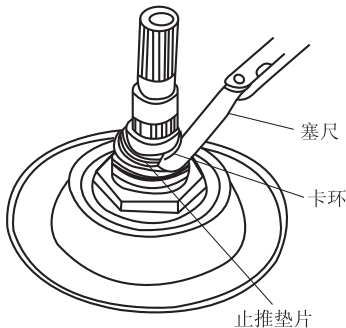

图 2-29 检查卡环和止推垫片之间的间隙
⑩ 将中间轴从动齿轮放在变速器壳体上，将其与中间轴主动齿轮对齐，然后穿过第二轴从动齿轮，将主减速器半轴安装到变速器壳体上。将止推垫圈，推力滚针轴承、止推垫圈和垫片（22 mm×28 mm）安装到输入轴上，安装卡环将其固定。确认卡环的外径不大于 26.3 mm。
⑪ 如图 2-29 所示，用塞尺测量止推垫片和卡环之间的间隙，至少测量 3 个位置，取其平均值为实际间隙值，规定值为 0.37 ~ 0.65 mm。如果测量值超出范围，拆卸卡环并选择合适厚度的止推垫片，直至间隙值在规定范围内。最后安装合适的止推垫片和卡环，可供选择的止推垫片规格见表 2-7。